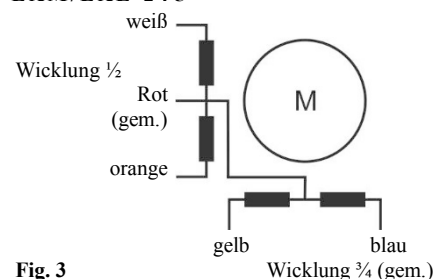

Fig. 3
- Der Spulenwiderstand jeder Wicklung beträgt  $46\ \Omega$  bei EXM/EXL-125 und  $185\ \Omega$  bei EXM/EXL-24U (siehe Fig.3).